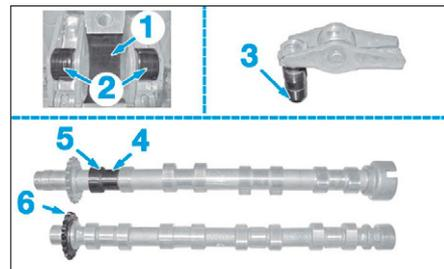

FIG. 85
- l'absence d'arrachement de métal sur les chapeaux de paliers d'arbre à cames (1) (Fig.85),
- l'absence d'arrachement de métal sur les rouleaux des linguets (2),
- le libre déplacement des poussoirs (3) dans leurs fûts,
- l'absence d'arrachement de métal sur les paliers d'arbres à cames (4),
- l'absence d'arrachement de métal sur les cames (5),
- l'état des dents sur les pignons de distribution (6),